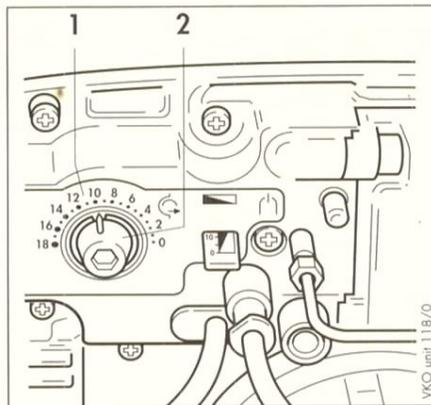

Abb. 8.1 Luftdosierung
Legende zu Abb. 8.1
Legende zu Abb. 8.1 bis 8.4
- Bewegen Sie die Stauscheibe (11) durch Drehen der Regulierschraube (4) bis an den Anschlag des Brennerrohres (7).
- Nehmen Sie die Deckplatte (6) ab, diese wird durch Schnappfedern gehalten.
- Stellen Sie die Skala (3) durch hinein- oder herausschrauben in 0-Stellung.
- Setzen Sie die Deckplatte (6) wieder auf und drücken diese an, bis die Schnappfedern einrasten.
Die in der Abb. 8.1 angegebenen Abstände der Doppelzündelektroden (9) zur Brennerdüse (10), zur Stauscheibe (11) und zueinander sind genau einzuhalten.